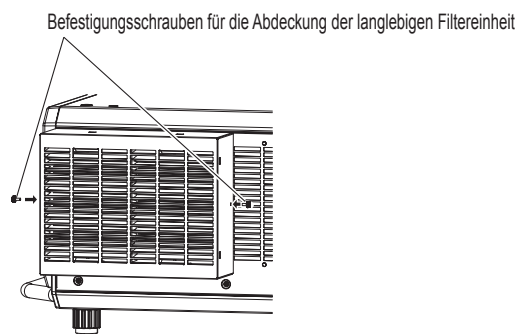

Abb. 2
2) Befestigen Sie die Abdeckung des langlebigen Filters. (Abb. 2)